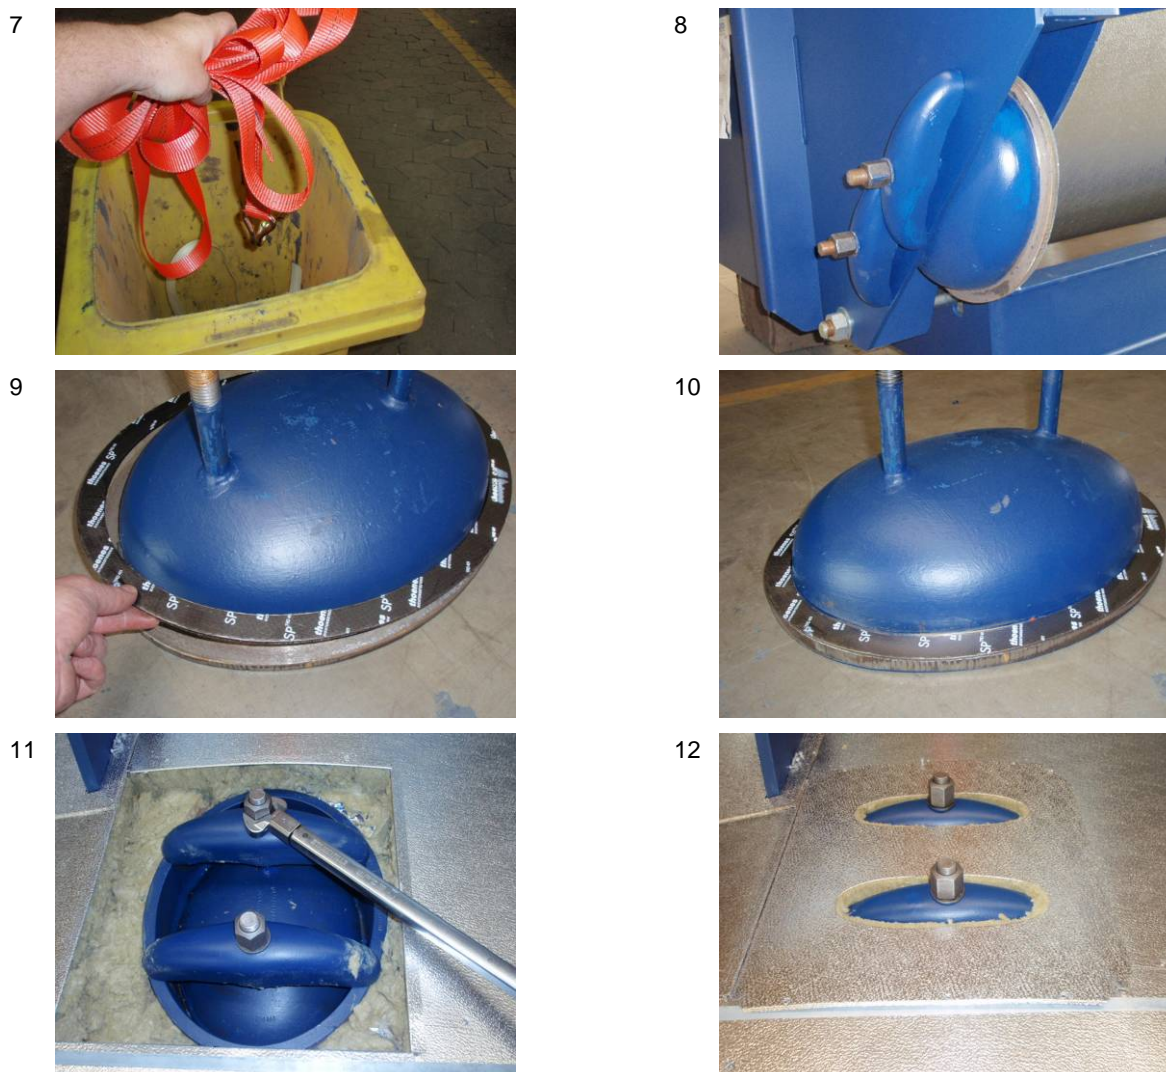

Рисунок 1: Удаление крепления для транспортировки
- Свободный конец стопорного ремня, который служит для крепления при транспортировке, обвязан вокруг такелажной проушины или патрубка котла (рис. 1).